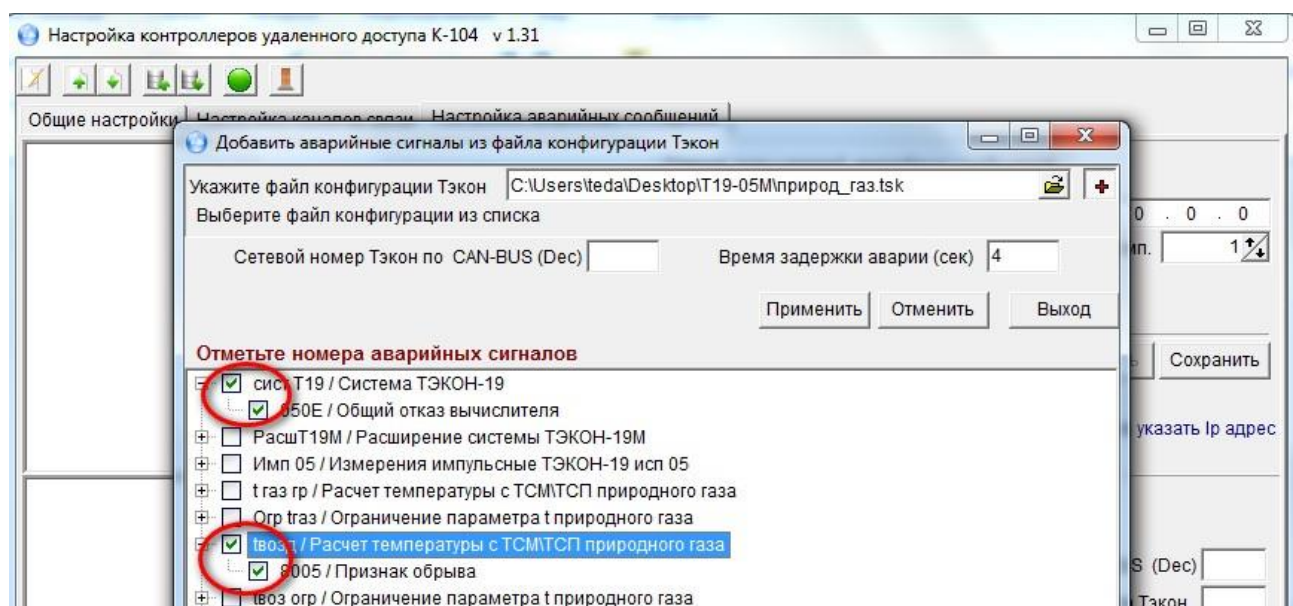

Рисунок 27. Выбор аварийных сигналов
- установите флажки ☒ в строках тех параметров, которые необходимо назначить для формирования аварийных сообщений (Рисунок 27);